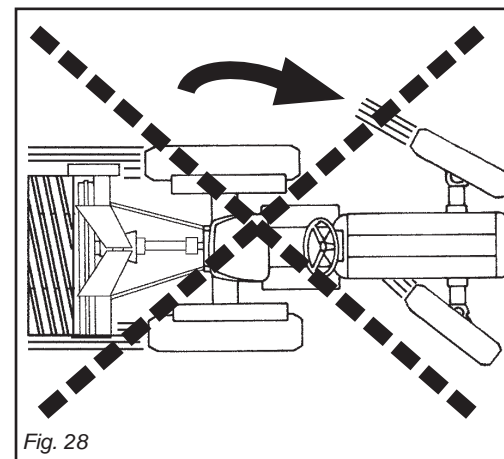

Fig. 28
Evitare di far girare a vuoto (fuori del terreno) la macchina. Durante il lavoro evitare di effettuare curve con la macchina interrata, ne tantomeno lavorare in retromarcia (Fig. 28, 29).
*Never allow the machine to operate out of the soil. During work, avoid turning corners while the implement is soil working. Never work in reverse (Fig. 28, 29).*
Relevez toujours l'appareil lors des changements de direction et des inversions de marche (Fig. 28, 29).
*Vermeiden Sie es, die Maschine unbelastet (außerhalb der Erde) laufen zu lassen. Wenn das Gerät unterirdisch arbeitet, keine Kurven fahren und auch nicht rückwärts fahren (Abb. 28, 29).*
Durante el trabajo evitar efectuar curvas con la máquina enterrada y no trabajar marcha atrás. Alzarla siempre para cambiar de dirección y para las inversiones de marcha (Fig. 28, 29).